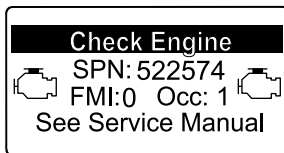

Figura 50
- Advertencia del motor SPN 522574, FMI: 0 (Figura 50)